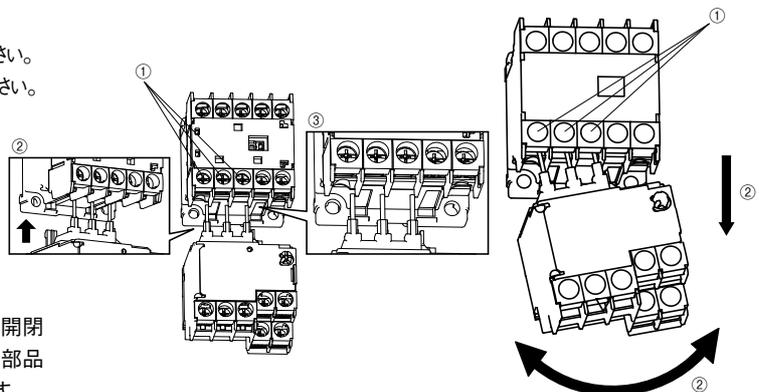

図4
I. 取付け【図4】
- ①電磁接触器の2,4,6番端子を緩めてください。
- ②サーマルリレーの脚を電磁接触器の穴に合わせて矢印の方向に挿入してください。
- ③サーマルリレーの主回路部は電磁接触器の各端子ねじの右側に挿入してください。
- ④電磁接触器の端子ねじを規定トルクで確実に締結してください。